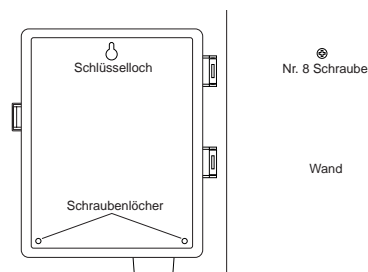

ABB. 16: Anbringen eines außeninstallierten Controllers
- Schieben Sie die schlüssellochartige Öffnung an der Rückseite des Steuergerätes über die vorstehende Schraube. Schrauben Sie je eine Schraube der Größe 8 durch die beiden Öffnungen unten am Kasten in die Wand [siehe Abb. 16].